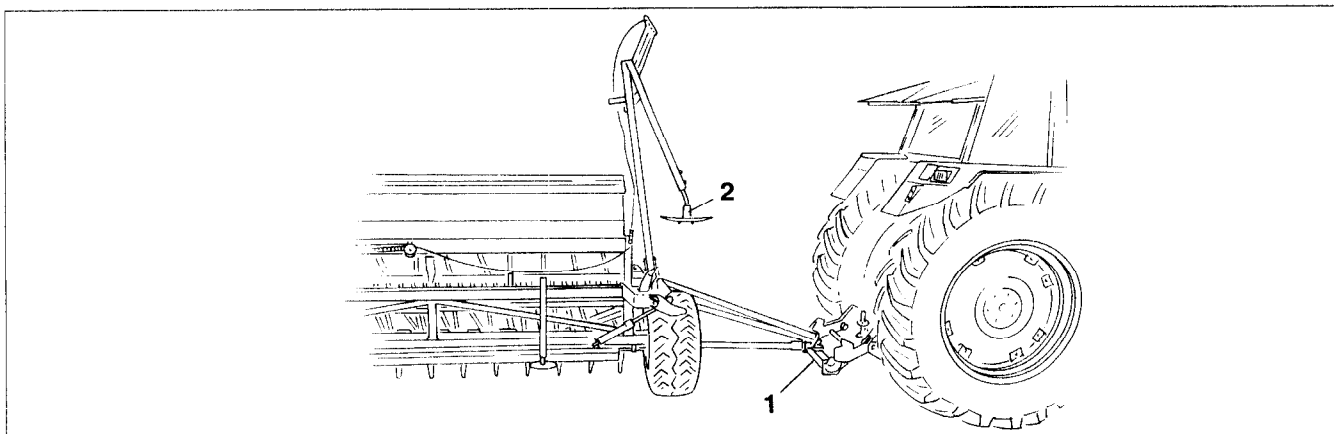

Fig. 20.1
- Démontez les disques (fig. 20.1/2) du traceur.